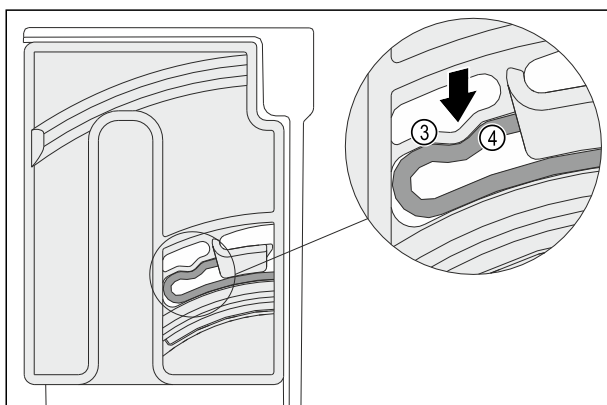

Fig. 101
- Elementul elastic Fig. 101 (3) al unității de rotire se fixează în poziție cu zgomot perceptibil în forma rotundă a nervurii Fig. 101 (4).